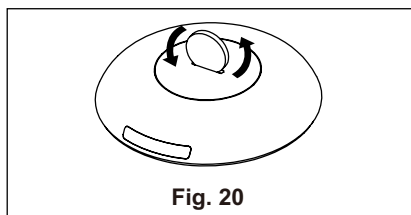

Fig. 20
2. Utilizzare una moneta o qualcosa di simile per ruotare il coperchio in senso antiorario per aprirlo. (Fig. 20 e 21)